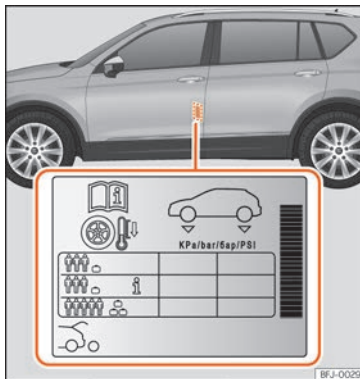

Abb. 253 Einbauort des Aufklebers für den Reifendruck.
- Passen Sie bei größerer Zuladung den Reifendruck entsprechend an »» **Abb. 253**.
Die Angaben zum Reifendruck befinden sich auf einem Aufkleber an der B-Säule der Fahrertür »» **Abb. 253**.
Je nach Fahrzeug kann der Reifendruck auf halbe Last eingestellt werden, um den Fahrkomfort zu verbessern (Reifendruck **i** »» **Abb. 253**). Beim Fahren mit Komfort-Reifendruck kann sich der Kraftstoffverbrauch leicht erhöhen.
Der Reifendruck muss der aktuellen Fahrzeugbelastung angepasst werden. Wenn das Fahrzeug voll beladen werden soll, muss der Reifendruck entsprechend dem auf dem Reifendruck-Aufkleber »» **Abb. 253** angegebenen maximalen Wert erhöht werden.
Füllen Sie bei einem minimierten Notrad [125/70 R18] auf einen Druck von 4,2 bar, gemäß Angabe auf dem Aufkleber mit den Reifendruckwerten »» **Abb. 253**.
- Der Fahrer ist verantwortlich für den richtigen Reifenfülldruck an allen Reifen am Fahrzeug. Der empfohlene Reifenfülldruck befindet sich auf einem Aufkleber »» **Abb. 253**.
- Immer den richtigen Reifenfülldruck am kalten Reifen einhalten, wie auf dem Aufkleber angegeben »» **Abb. 253**.